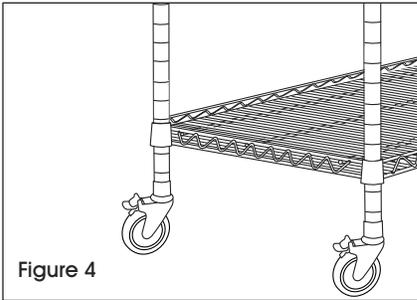

Figure 4
- Stand unit upright. Gently tap shelf down to secure it. (See Figure 4)
- Placez l'unité à la verticale. Tapotez doucement la tablette vers le bas pour la fixer. (Voir Figure 4)